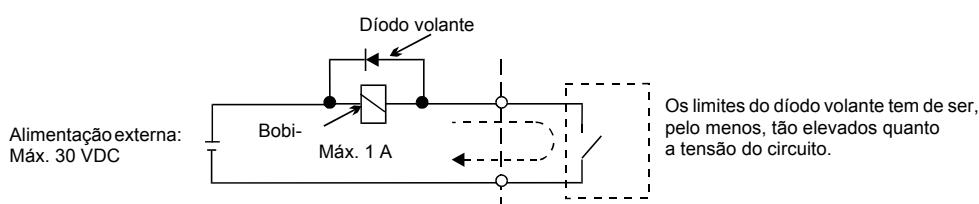

Fig 3 Ligação do diodo volante
*2. Quando estiver a propulsionar uma carga reactiva, como uma bobina de relé com fonte de alimentação DC, insira sempre um diodo volante conforme mostrado na Fig 3.